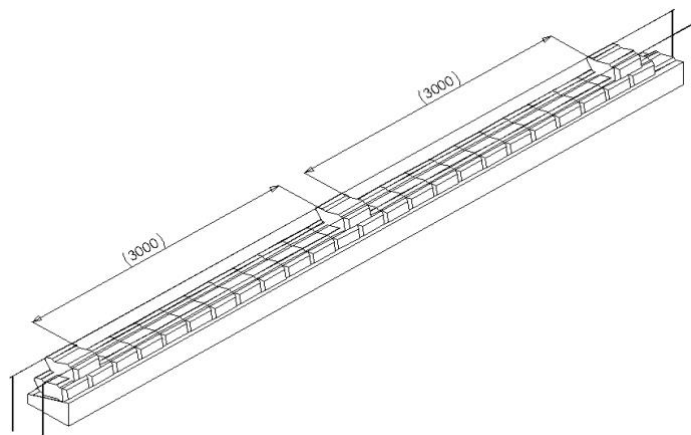

Fig. 3
- Após a fundação estar consistente, deve usar-se argamassa no nivelamento longitudinal da primeira fiada de blocos a aplicar conforme esquema (Ver Fig. 3)
3. Colocação das fiadas subsequentes (máximo 4 em 4) de forma contrafiada. A aplicação deverá ser iniciada em simultâneo, em pontos equidistantes de + ou - 3 mts (Ver Fig. 3), a desenvolver para os lados direito e esquerdo, ocorrendo o encontro de peças a cerca de 1,5 m dos pontos a partir dos quais se iniciou a aplicação. Tal permitirá garantir alinhadas as juntas verticais, que serão coincidentes, alternadamente. (ver Fig. 3)